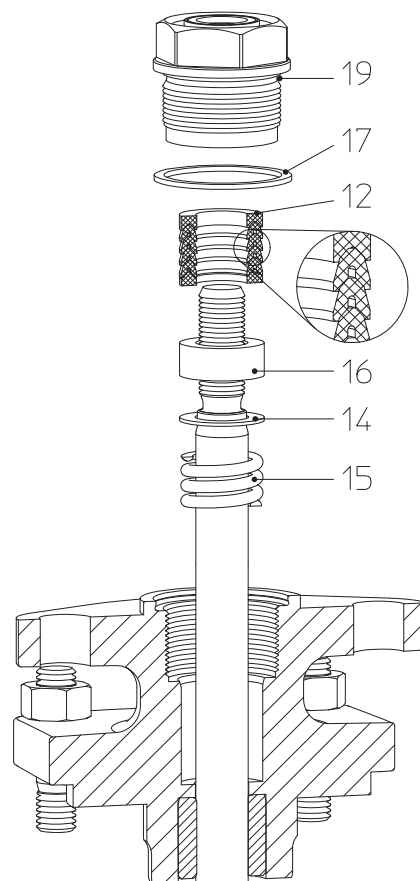
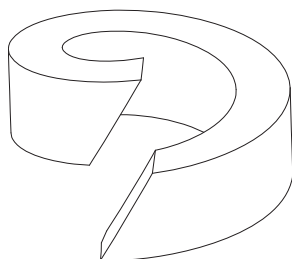

Fig. 18
Fig. 21: Anillo de empaquetadura partido
- Al cambiar las empaquetaduras angulares (pos. 12) preste atención al orden de colocación y a la posición de montaje de las distintas piezas (véase Fig. 18).
- Hay que poner una nueva empaquetadura (pos. 17).
- Colocar un nuevo anillo de empaquetadura, montaje según Fig. 18 - Fig. 21.
Si se utiliza un anillo de empaquetadura dividido, tener en cuenta realizar un corte oblicuo según figura en la Fig. 21.